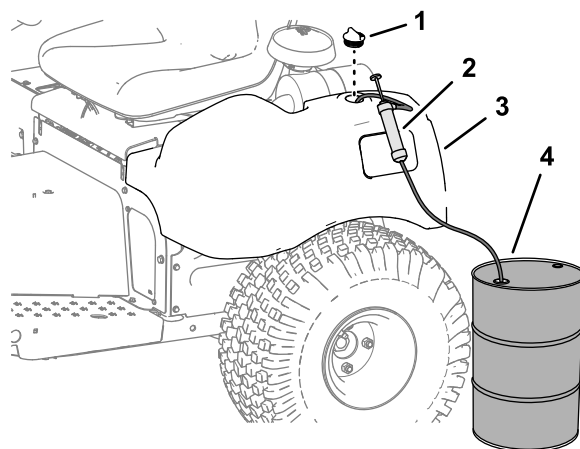

Рисунок 47
1. Снимите крышку гидравлического бака (Рисунок 47).
2. Выкачайте гидравлическую жидкость из гидравлического бака (Рисунок 47).